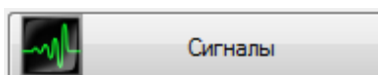

Рис. 3.7 Иконка для перехода к директории записанных сигналов
12. В открывшемся окне программы «Пути конфигурации пользователя» нажать на иконку «Сигналы» (Рис. 3.7).